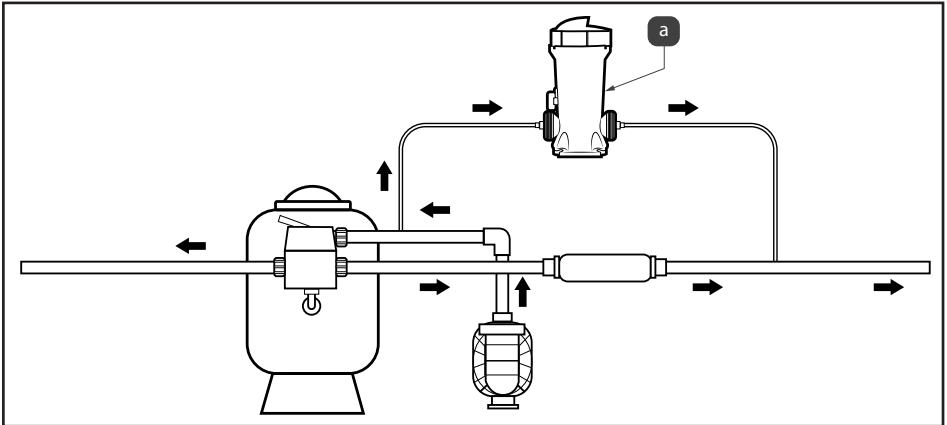

Figure 4. Configuration de l'installation de la dérivation
REMARQUE : Il existe deux versions de mamelons livrés avec cet appareil : une pour un PVC de 50 mm (1 ½ po) (figure 4) et une pour un PVC de 63 mm (2 po).
3. Le raccord de sortie doit être fait en aval du système de chauffage, si aucun système de chauffage n'est installé, en aval du filtre, vous reporter la figure 4(a). Ce raccord alimentera de l'eau traitée du doseur dans la plomberie.